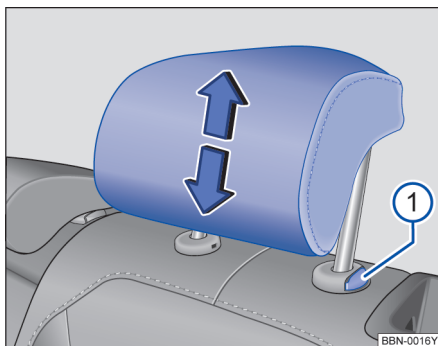

图 38 调整后排头枕
- 按住按钮→图 38①，同时沿箭头方向上推或下压头枕即可将头枕调整至合适高度→⚠️。